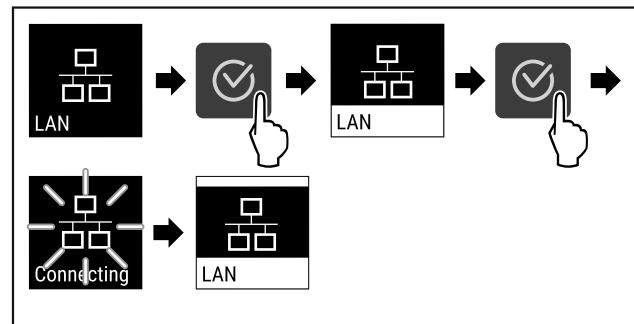

Fig. 91
- Vykonajte kroky akcie (pozri Fig. 91).